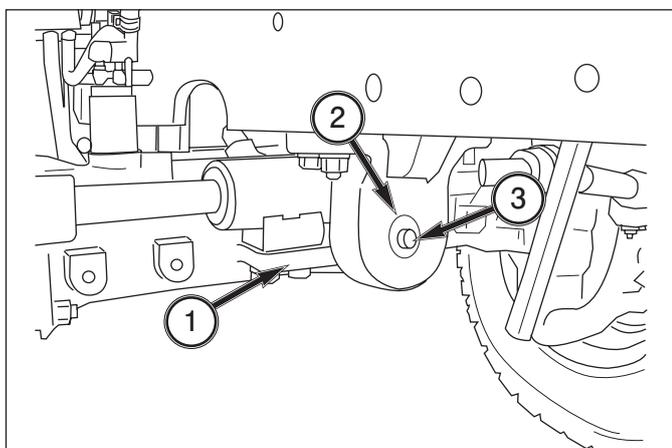

FIG. 6-42
FIG. 6-42: Le jeu avant-arrière de l'essieu avant (1) dans son support doit être de 0,1 à 0,3 mm. Le jeu axial se mesure avec l'essieu soulevé du sol. Desserrez l'écrou de blocage (2) et tournez le boulon de réglage (3) pour obtenir le jeu correct. Resserrez l'écrou de blocage.